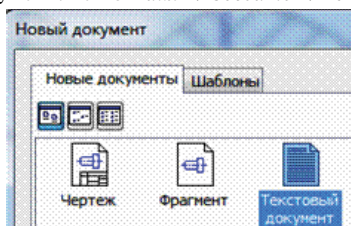

Рис. 117
1. Создать новый документ: меню *Файл* → *Создать* → *Текстовый документ* (рис. 117).